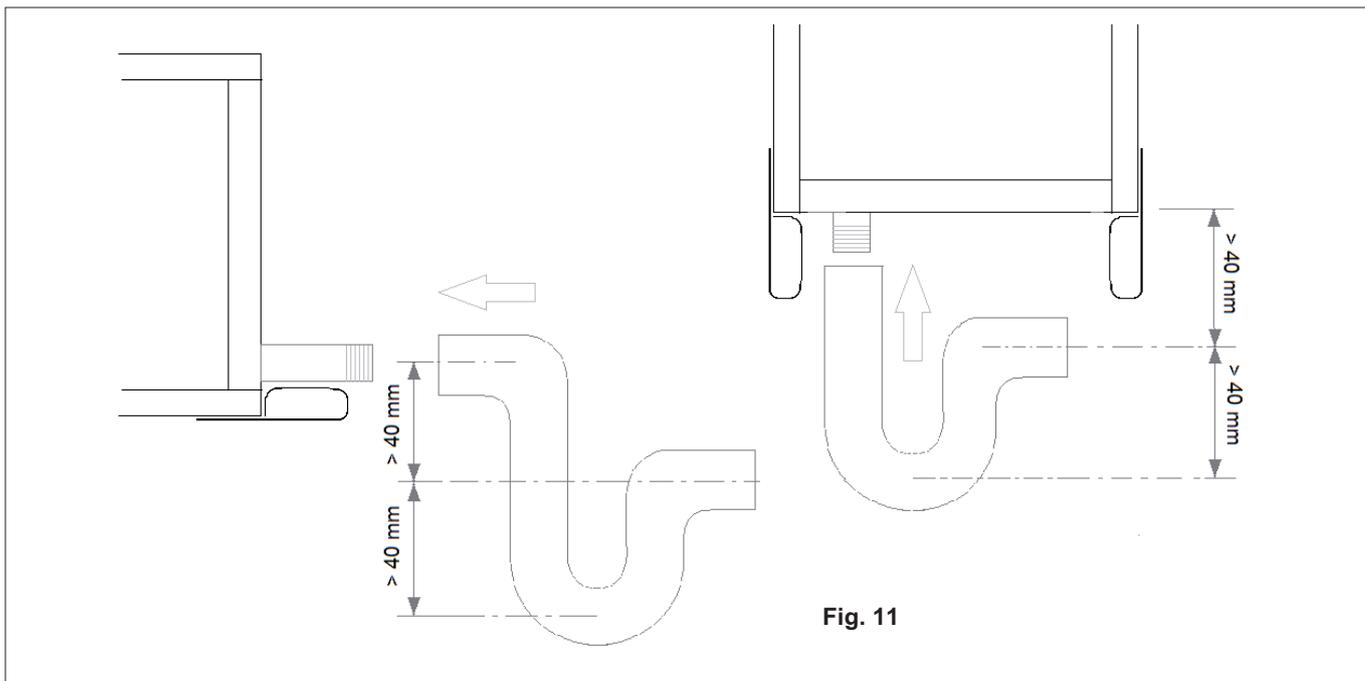

Fig. 11
- Le siphon doit être réalisé comme indiqué à la **fig. 11**.